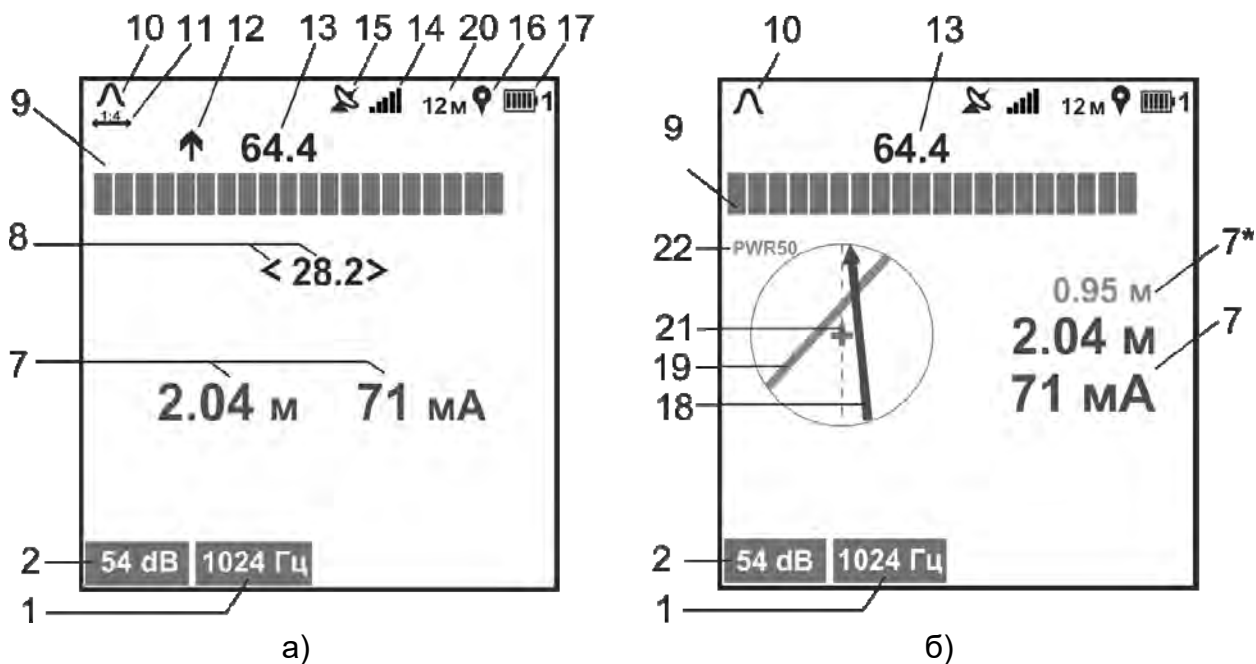

Рисунок 3.2 – Индикация приемника в режиме «ТРАССА»
- режим «ТРАССА» – для поиска коммуникаций с одновременным определением глубины её залегания, величины протекающего по ней тока рабочей частоты (рисунок 3.2а). Дополнительно при включенной функции «КОМПАС», отображается положение и направление коммуникации относительно приемника (рисунок 3.2б).
*Примечание. Индикация значения уровня входного сигнала в «дБ» при поиске по «максимуму» и «минимуму» (соответственно поз. 13 и 8 на рис. 3.2) при перегрузке соответствующих им входных каналов меняет свой цвет на красный*
При включенной опции «растяжка шкалы «максимум» 1:4» цена деления уменьшается в четыре раза, тем самым увеличивая разрешающую способность шкалы. При этом на экране отображается символ «» (поз. 11 на рис. 3.2), под шкалой «максимум» появляется желтая полоса, указывающая положение окна растяжки относительно исходной (нерастянутой) шкалы.
Коммуникация схематически отображается на индикаторе в виде линии – указателя положения коммуникации (поз. 18 рис. 3.2б и 3.3б). Одновременно с этим в режиме «ТРАССА» на индикаторе отображаются шкала «максимум» и уровень входного сигнала, в режиме «ТРАССА-ДАТЧИК» отображаются шкала и уровень входного сигнала по входу «ДАТЧИК», а также его относительная полярность.
По мере продвижения по трассе ориентируйте приемник относительно коммуникации таким образом, чтобы на экране указатель положения коммуникации (поз. 18 рис. 3.2б) совпадал с осью приемника (поз. 21 рис. 3.2б).
Пример поиска с включенной функцией «Вторая линия» показан на рисунке 4.2.3б. В этом режиме указатель положения «Второй линии» (поз. 19 рис. 3.2б) и значение глубины ее залегания (поз. 7\* рис. 3.2б) отображаются синим цветом.